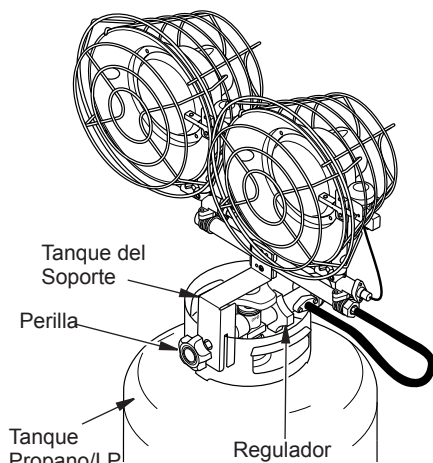

Figura 3 - Colocación calentador el tanque de gas Propano/LP
5. **Sólo en los modelos de 30,000 BTU** Fije el calentador al resguardo del cilindro de propano o gas LP como se muestra en la figura 3. Apriete la perilla en el soporte del tanque para asegurar el calentador.